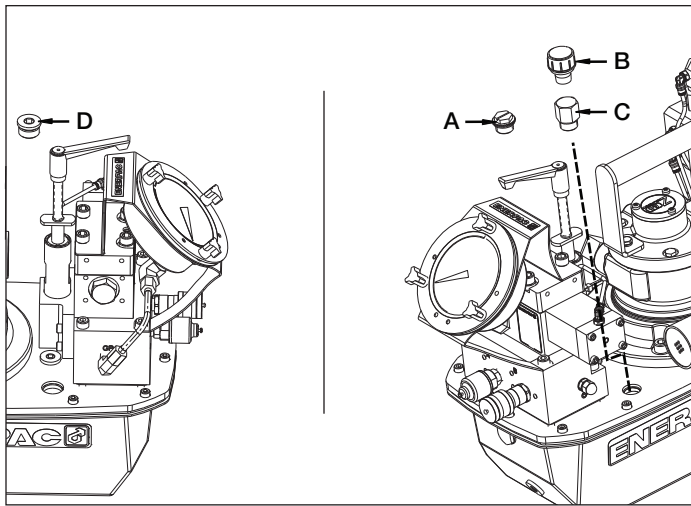

Figura 2, Tapón de llenado de aceite y tapa del conducto de aireación
4.1 Tapa del conducto de aireación y tapón de llenado de aceite (véase Figura 2)
Verifique el nivel de aceite de la bomba antes de arrancar, y si es necesario, añadir aceite quitando el tapón de llenado.. Asegurarse siempre de que las llaves se encuentran completamente retraídas antes de agregar fluido al depósito. Véase Figura 2.